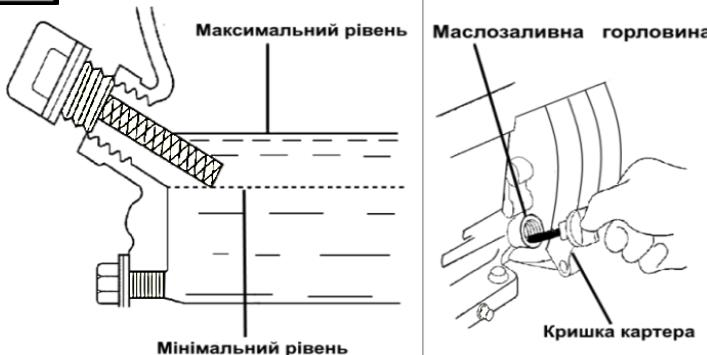

Рисунок 9
Перевірте наявність води для попереднього прокачування. Перед початком роботи необхідно повністю заповнити робочу камеру насоса водою (рисунок 9).
- 1) Викрутіть кришку-щуп і начисто протріть його (рисунок 9);